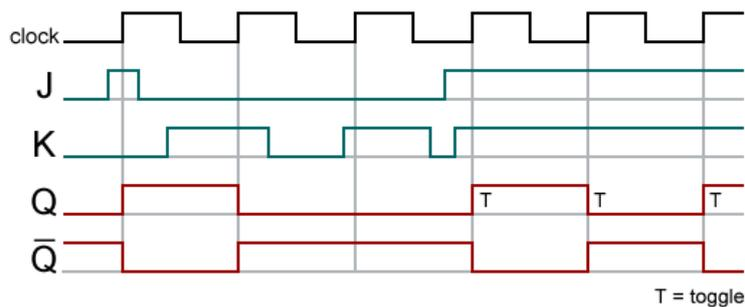

Figure 4 : Présentation du fonctionnement d'une bascule J-K Flip-Flop
La Figure 4 montre le principe de fonctionnement d'une bascule J-K Flip-Flop.
2.1.2 Expliquer en quelques lignes le fonctionnement d'une commande de courant par hystérésis à l'aide de la Figure 4 et de la Figure 4.